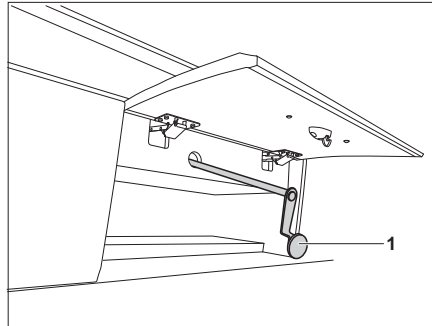

Bild 131 Notbedienung für elektrisches Hubbett
- ▷ Bei Stromausfall kann das elektrische Hubbett auch mit einer Notkurbel (Bild 131) bedient werden. Diese befindet sich hinter einer Staufachklappe.